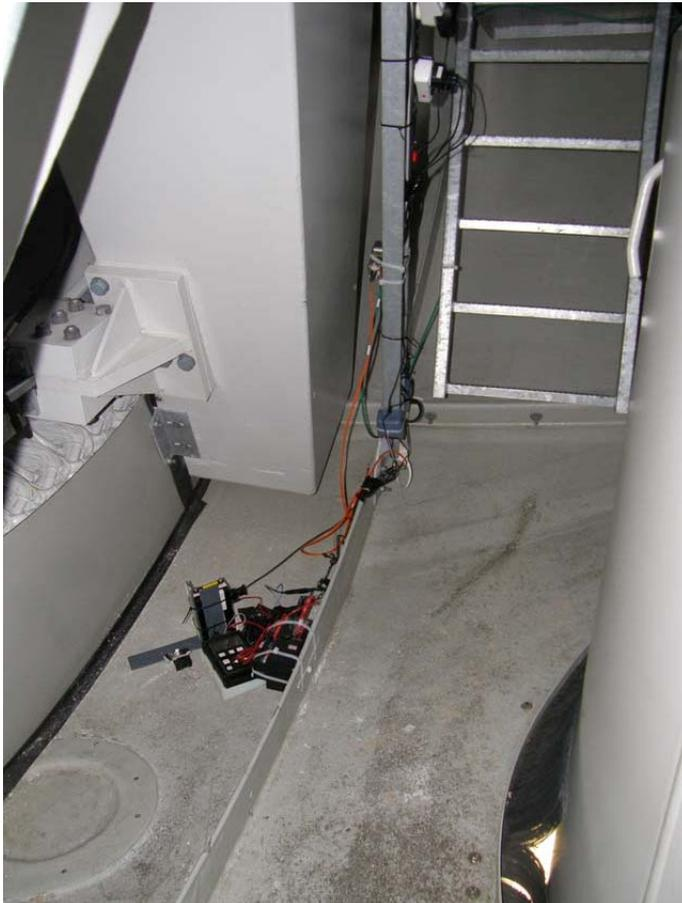

Abbildung 2 Position der Aufnahmegeräte an der Leiter in den Keller in der WEA-Gondel (der Generator befindet sich direkt links vom Bildausschnitt)
- zur Position der Aufnahmegeräte im Keller der WEA-Gondel siehe Abbildung 2